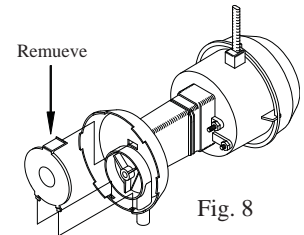

Fig. 8
• **Limpiar la bomba.** Es necesario limpiar la bomba una vez al principio de cada año. Por su propia seguridad, apague la unidad y desconecte el motor y la bomba. Quite la bomba de su montura. Quite la base de la bomba (véase fig. 8). Limpie la bomba. Dé la vuelta a la hélice para verificar que se mueve libremente. Quite el pico de la bomba y vea si está obstruido. Vuelva a colocar la base de la bomba. Coloque la bomba en su montura. Esto impedirá que se caiga la bomba al agua, lo que dañaría el motor. No se olvide de volver a conectar el tubo de agua a la bomba. La bomba contiene un depósito protector en caso de sobrecalentamiento (se apagará automáticamente).